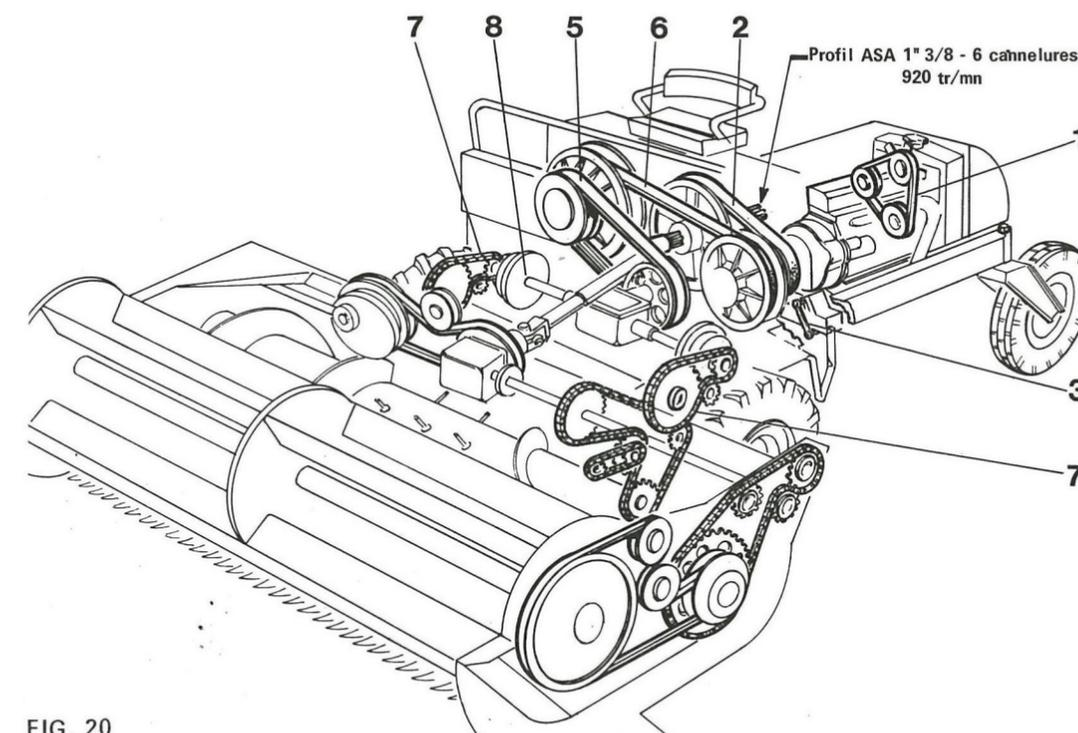

FIG. 20
Vérifier la tension de la courroie (1 - Fig. 20) du ventilateur.
- Vérifier la tension de la courroie "Powerband" (5 - Fig. 20) qui entraîne le boîtier central (voir Annexe 1).
- Vérifier la tension de la courroie (6 - Fig. 20) du variateur de traction afin de pouvoir toujours utiliser complètement la gamme de vitesses (voir Annexe 1).
- Contrôler la tension des chaînes (7 - Fig. 20) de réducteurs, cette opération est importante (voir Annexe 2).
- Contrôler le réglage des embrayages et des freins des groupes épicycloïdaux (8 Fig. 20) qui servent à diriger la machine (voir Annexe 3).
- contrôler la tension des chaînes des réducteurs latéraux (7 - Fig. 20) (voir annexe 2).
- sans embrayer la plateforme de coupe, démarrer le moteur et contrôler le fonctionnement du variateur de vitesse d'avancement (moteur au régime maxi.) Si besoin enlever l'oxydation des disques - s'assurer par ailleurs qu'en position "point mort" la courroie 6 - Fig.20 n'est pas entraînée (voir annexe 5).
- vérifier le serrage des vis de fixation du moteur en particulier la bielle de réaction du moteur 3 - Fig. 20).
- contrôler la tension des courroies (voir fig. 20) en particulier celle du variateur de vitesse d'avancement (voir annexe 1)
- laisser l'embrayage de coupe libre : la courroie "powerband" 2 - Fig. 20 doit être détendue.
- tendre correctement les courroies sauf la courroie "powerband" de la commande de plateforme de coupe (2 - Fig. 20) qui doit rester débrayée.